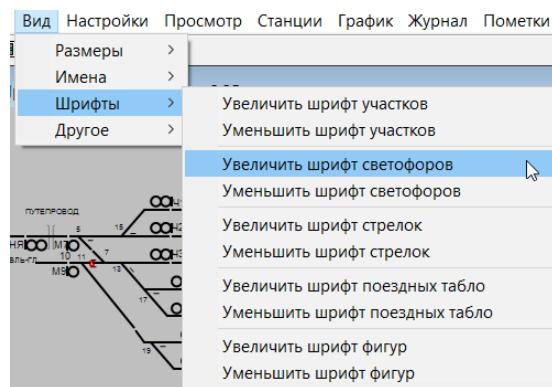

Рис.315.Пункт меню «Вид» - подпункт «Шрифты»
- «Шрифты». Подпункт позволяет изменять размеры шрифтов названий элементов схемы станции или участка. Для того чтобы изменить размер шрифта названия какого-либо элемента схемы, необходимо нажать на соответствующий пункт меню (см. рис. 315). Доступно изменение размера шрифта до предельного значения. Если дальнейшее увеличение или уменьшение невозможно, соответствующий пункт меню становится неактивным.